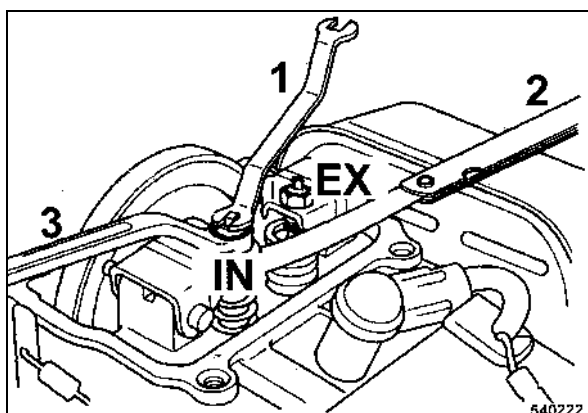

fig. 48
- à l'aide d'une cale d'épaisseur 2 (fig. 48), mesurer le jeu entre la vis de réglage et la soupape.